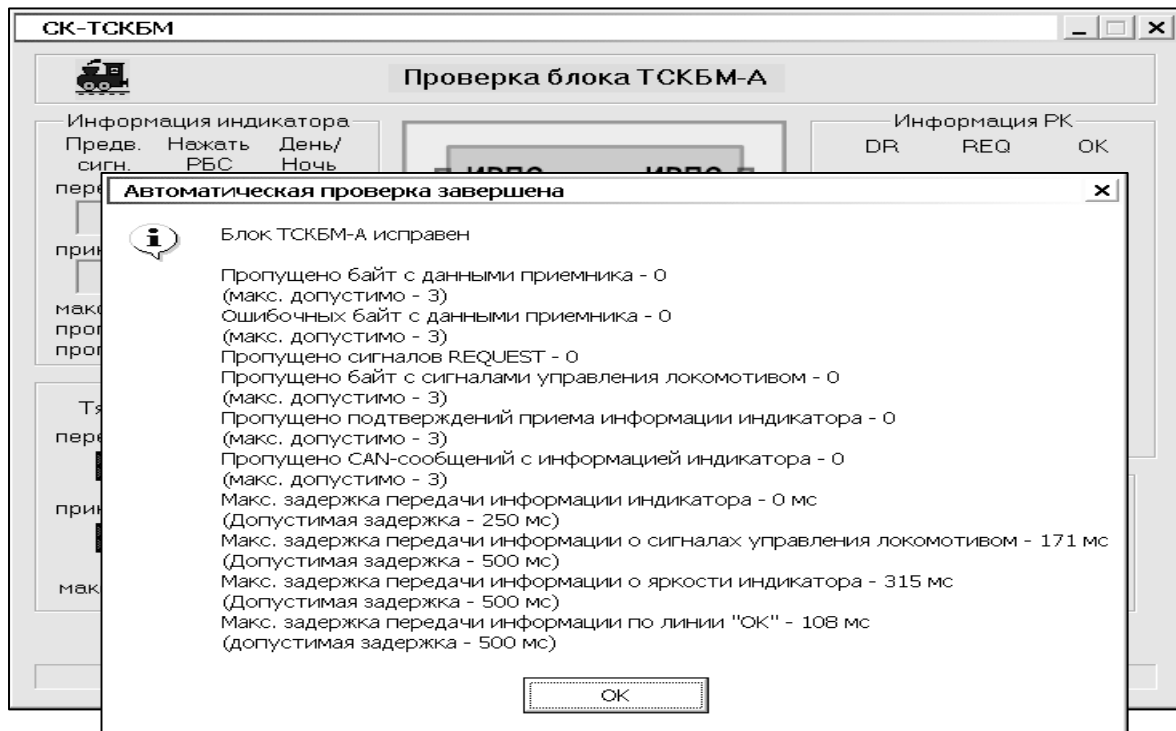

Рисунок 2.57 - Панель проверки блока ТСКБМ-А НКРМ.468363.010-01 без применения ТСКБМ-П с сообщением об окончании проверки
- 3) Программа автоматической проверки блока ТСКБМ-А должна закончиться сообщением «Блок ТСКБМ-А исправен» с перечнем контролируемых параметров – рисунок 2.57. Проверка контролируемых параметров с допустимыми значениями обязательна.
- 4) Критерием исправного состояния блока ТСКБМ-А является сообщение программы «Блок ТСКБМ-А исправен», см. рисунок 2.57. В случае неисправного блока ТСКБМ-А появится сообщение о неисправности и в контролируемых параметрах на панели (рисунок 2.57) и в протоколе по п.2.4.6.3(3) будет указана информация о выходе параметра за допустимые пределы.